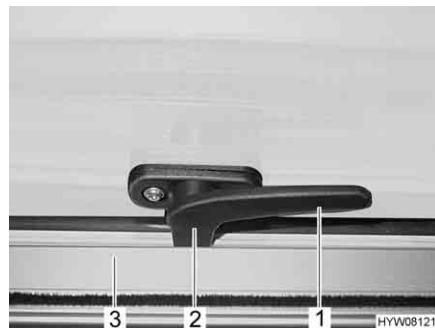

Fig. 40 Leva di serraggio in posizione "Chiuso"
**Apertura:** ■ Ruotare la leva di serraggio (Fig. 40,1) di un quarto di giro verso il centro della finestra.
■ Ruotare la leva di serraggio (Fig. 40,1) di un quarto di giro verso il telaio della finestra. Il nasello di chiusura (Fig. 40,2) si trova sul lato interno della chiusura della finestra (Fig. 40,3).